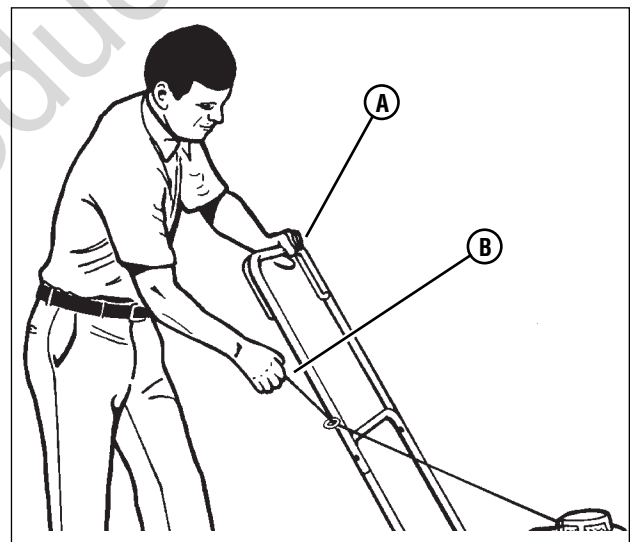

Figura 14: Arranque del motor
6. Párese detrás del cortacésped. Utilice una mano para sostener la palanca de parada del motor en la posición de operación (A, Figura 14). Utilice la otra mano para agarrar el mango (B) del cable retráctil de arranque.